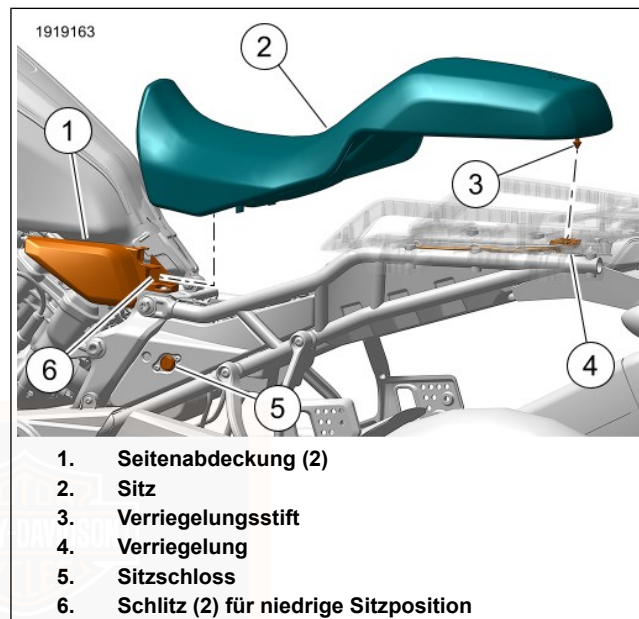

Abbildung 98. Sitz, einteilig
1. Siehe Abbildung 98. Den Schlüssel in das Sitzschloss (5) stecken.
2. Den Schlüssel drehen, um den Verriegelungsstift (3) aus der Verriegelung (4) zu lösen.
Siehe Abbildung 98. Der einteilige Sitz kann nur in den Schlitten (6) für die niedrige Sitzposition eingebaut werden.
1. Siehe Abbildung 98. Die Laschen an der Vorderseite des Sitzes (2) in die Schlitten (6) für die niedrige Sitzposition in den Seitenabdeckungen (1) einführen.
3. Die Rückseite des Sitzes nach unten drücken, bis der Verriegelungsstift (3) in die Verriegelung (4) einrastet.